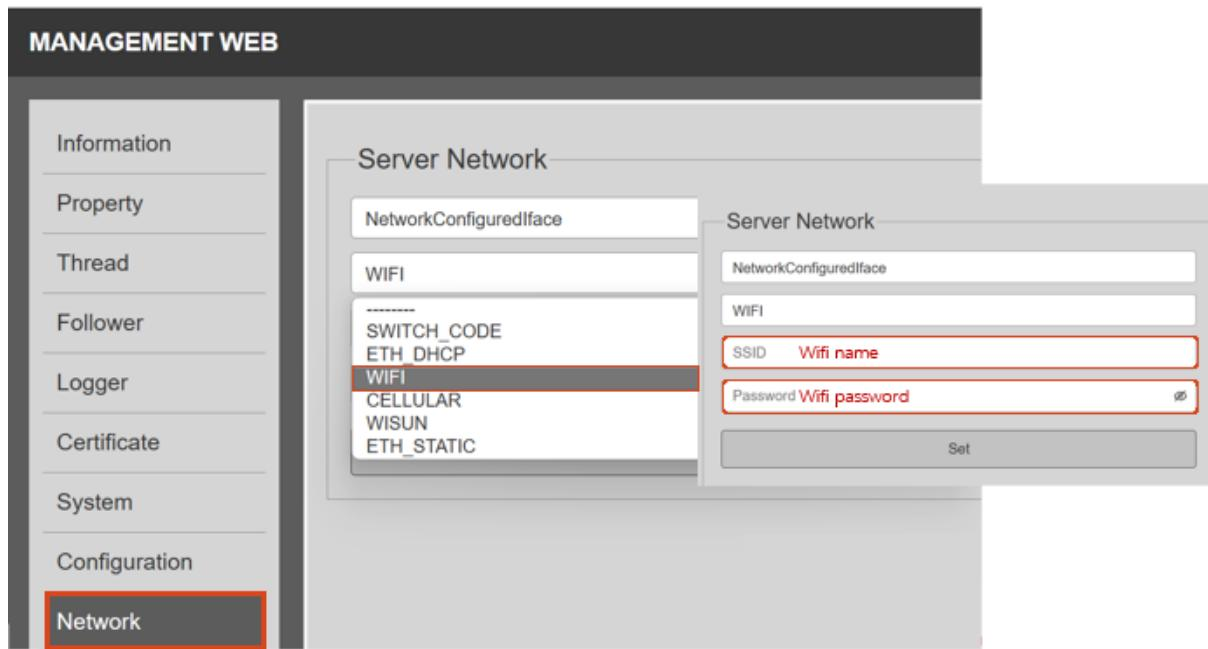

Рисунок 17.
**Шаг 4.** В разделе **Network** (Сеть) выберите из выпадающего списка требуемый тип связи, например, WiFi, см. Рисунок 17. Введите название и пароль Wi-Fi сети, затем нажмите **SET**, чтобы сохранить изменения. Обратите внимание, что название сети Wi-Fi нужно вводить с учетом регистра букв.